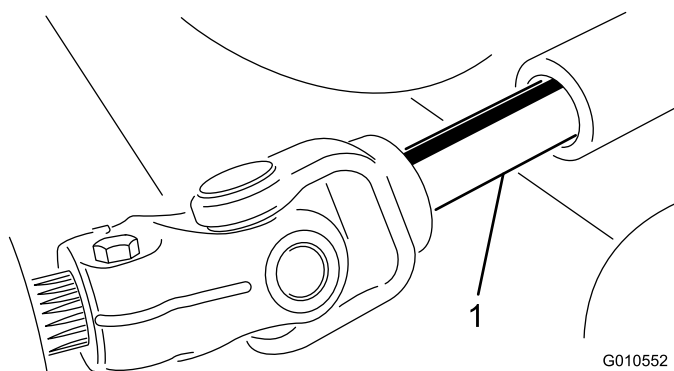

図 27
5. PTO シャフトのオスメスの接続部分を解除して、カuttingユニットをトラクションユニットから引き出す(図 27)。
3. オスの PT0 シャフトとメスの PT0 シャフトを接続する (図 27)。